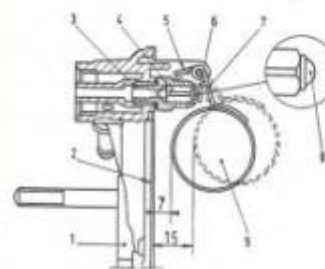

Fig. 26. Indstilling af svømmerhøjde.
Svømmerhøjden (se fig. 26) måles mellem svømmerens overkant og svømmerhusdækslets plane underside – med pakning monteret. Svømmervandringen skal være henholdsvis 15 og 14,5 mm – og om nødvendigt korrigeres ved bøjning af tappen (5) fig. 26.